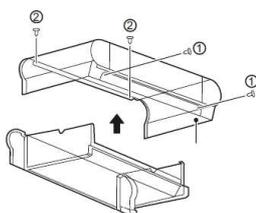

Figura 4-6 Extracción de la carcasa
- c) Retire los tornillos ①x2 y ②x2 y, a continuación, la carcasa, tal y como se muestra en la Figura 4-6.